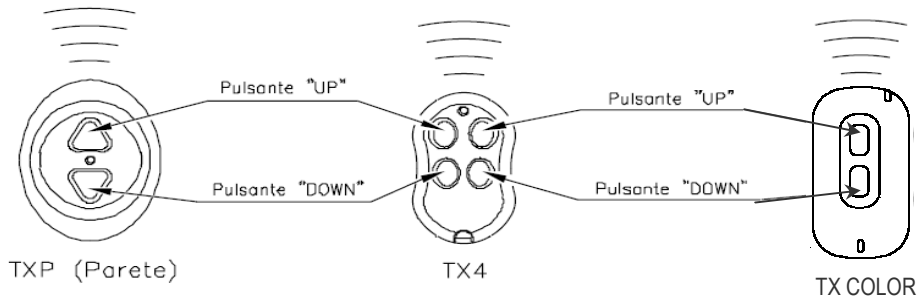

FIG 2
3. Premere un tasto del nuovo radiocomando da memorizzare; a questo punto la centralina memorizza il nuovo radiocomando ed esce automaticamente dallo stato di programmazione. FIG.2.